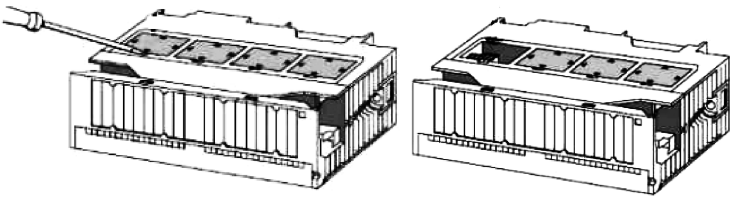

图 8-2 将量程模块放入撬开的插槽
1) 用螺钉旋具将量程模块从模拟量输入模块中撬出，如图 8-2 所示。将量程模块插入模拟量输入模块的插槽中（此处选择（1）号插槽），所选量程指向模块上的标记（2）。
(2) 接线